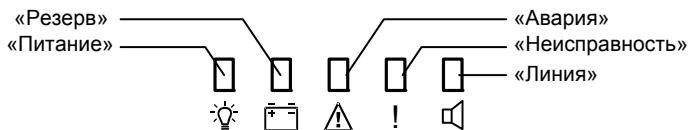

Рисунок 1
1.4.6 Индикация режимов работы прибора осуществляется посредством пяти индикаторов (см. Рис. 1) и встроенного звукового сигнализатора.